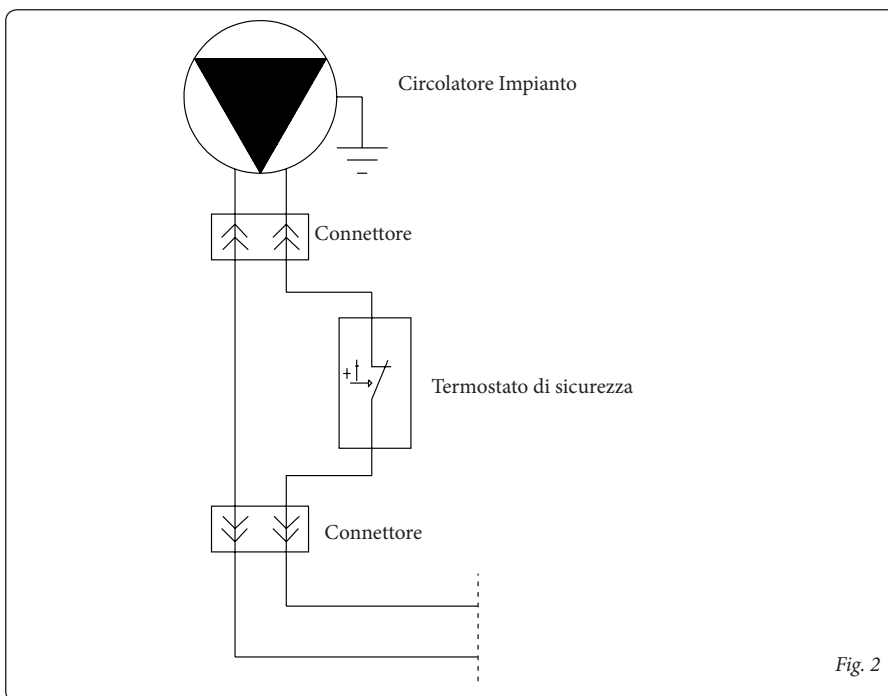

Fig. 2
- Collegamenti elettrici: sfilare il connettore posto sul cavo che alimenta il circolatore impianto (1 per ogni zona) ed interporre il termostato utilizzando il cablaggio già predisposto di connettori in dotazione nel kit (Fig. 2).
- **DIM V2 Base:** aprire la scatola allacciamento elettrico, inserire il cavo del termostato di sicurezza all'interno del dado e della guarnizione dove è presente il collegamento di terra, collegare il cavo del termostato di sicurezza ai morsetti 1 e 2 della morsettieria eliminando il ponte presente, chiudere la scatola e serrare i dadi per mantenere la corretta protezione dei collegamenti (vedi fig. 2).